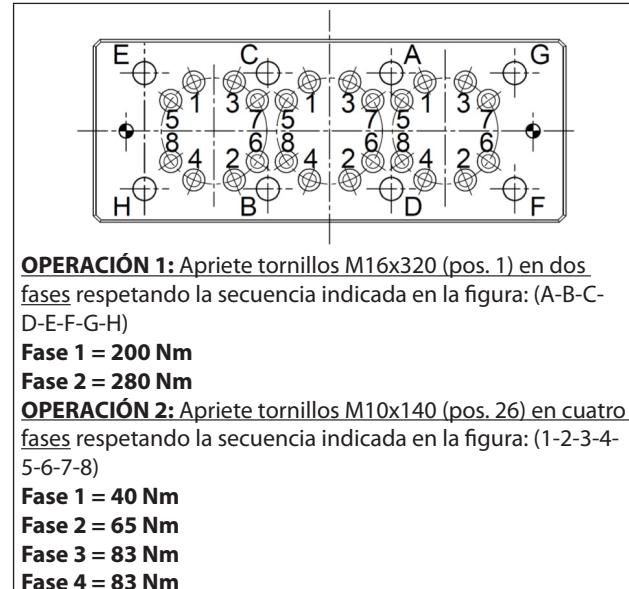

Fig. 131
- *** Los tornillos de fijación del cabezal deben ser ajustados respetando las secuencias y el orden indicado en el esquema de la Fig. 131.
- **** Los tornillos de fijación de las camisas deben ser ajustados respetando las secuencias y el orden indicado en el esquema de la Fig. 131.